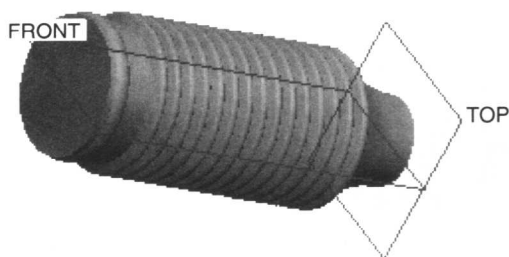

图 1.11 创建旋转特征
Step5. 创建如图 1.11 所示的旋转特征。
(1) 选择下拉菜单 **插入(I) → 旋转(R)...** 命令。
(2) 选取 FRONT 基准面为草绘平面，TOP 基准面为参照平面，方向为 **顶**。